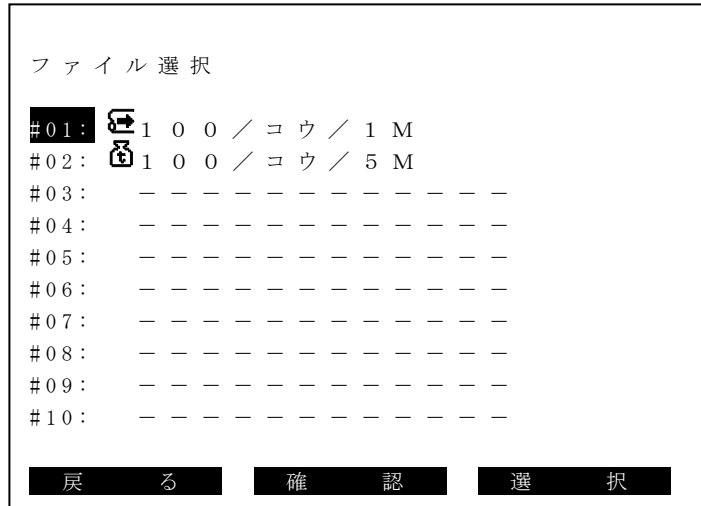

図 2. 2. 9-2 ファイル選択画面
**確認**キー(F2)で設定ファイルの内容を確認することができます。設定確認画面を図 2. 2. 9-3 に示します。設定確認画面でも**選択**キー(F3)でファイルを読み込むことができます。